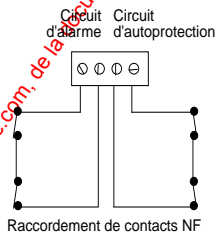

Figure 13 Raccordement de contacts NF à l'émetteur 735r
Si l'encadrement n'est pas assez large, raccorder alors un contact externe (Figure 13).
2. Raccorder les contacts NF en respectant le schéma ci-dessous (Figure 13).